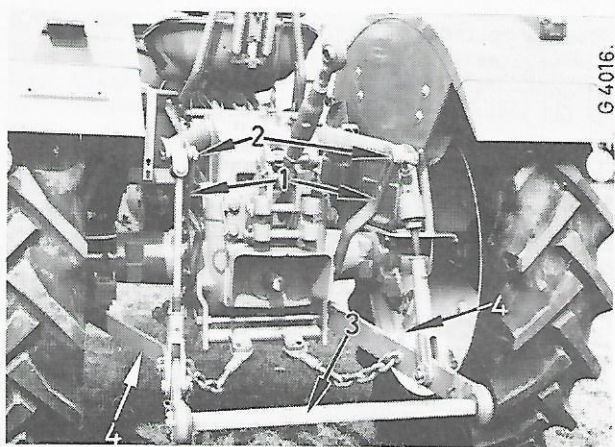

Fig. 29
Raccordez les étais verticaux d'attelage (1, fig. 29) sur chaque support et sur les bras de relevage, en vous assurant que les axes à tête (2) se trouvent à l'intérieur (voir fig. 29).